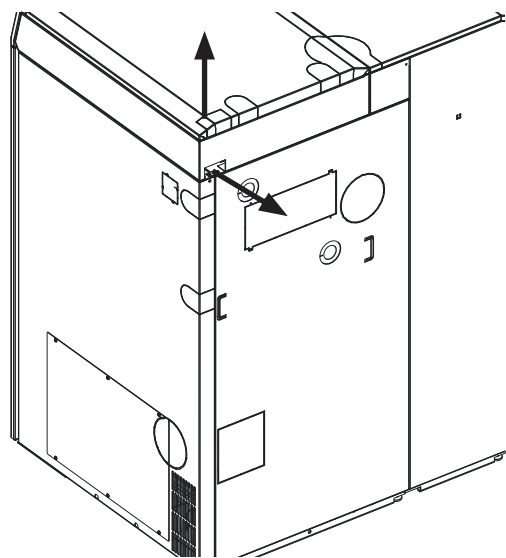

Fig. 140 Passaggi cavo nel rivestimento di BioWIN 2 Touch – vista dal retro
- Il collegamento alle morsettiere (morsetti senza viti con molla a gabbia) deve avvenire per mezzo di cavi flessibili in PVC a fili sottili. I cavi possono essere posati dall'alto e da dietro attraverso i passaggi cavo prepunzonati (Fig. 140).